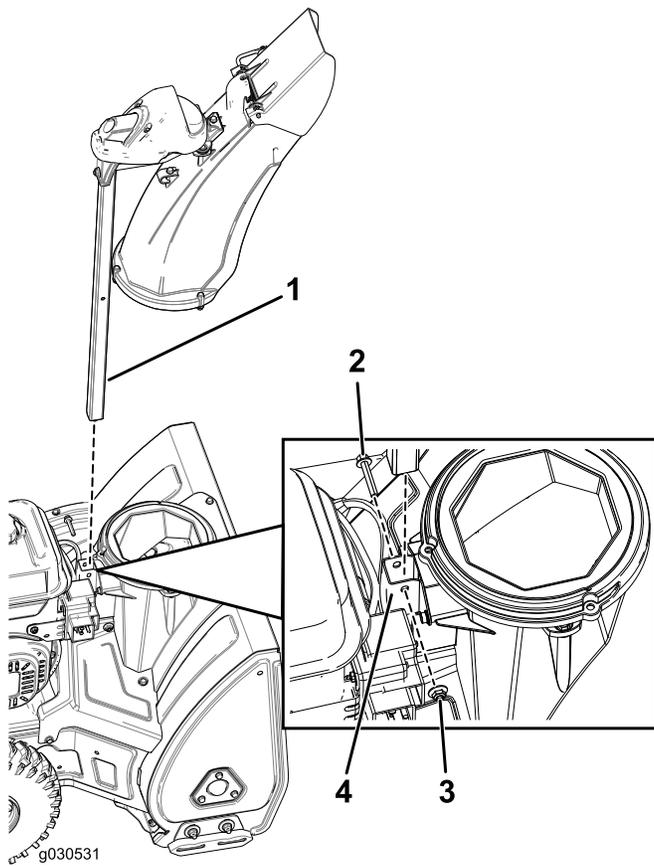

Figura 4
1. Inserite il colonnino del camino di scarico attraverso la staffa nella base della macchina e fissatelo utilizzando un bullone e un dado di bloccaggio (Figura 4).